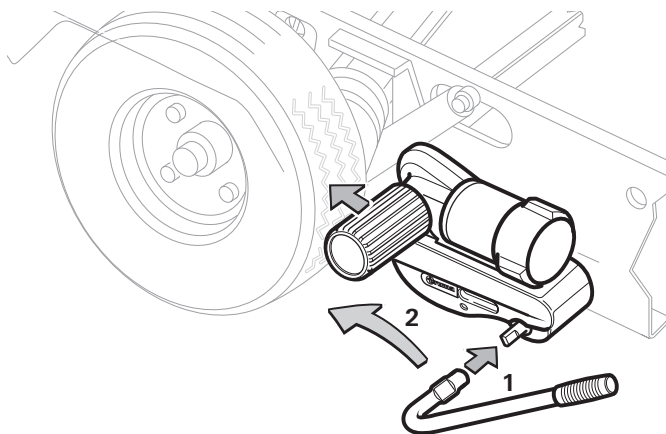
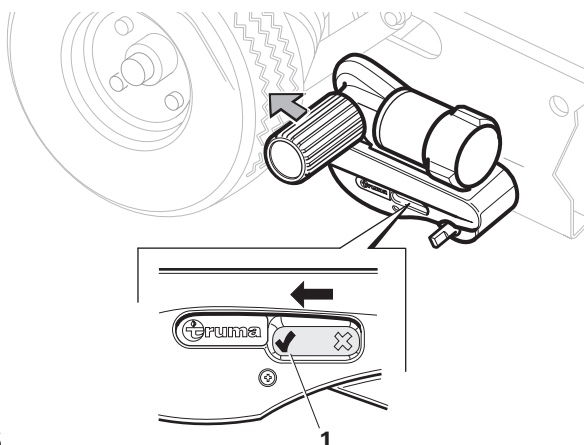

Figura 4
Figura 5
- Introducir la palanca de presión en el eje de presión (figura 4 - 1).
- Girar la palanca de presión en la dirección de la flecha (hacia la rueda del vehículo) (figura 4 - 2) hasta que el indicador de posición de la carcasa esté establecido en «✓» (figura 5 - 1). En la posición final, la unidad de accionamiento encaja de modo seguro y el rodillo impulsor se presiona aprox. 20 mm en los neumáticos. Debe comprobarse en ambos lados antes de maniobrar.